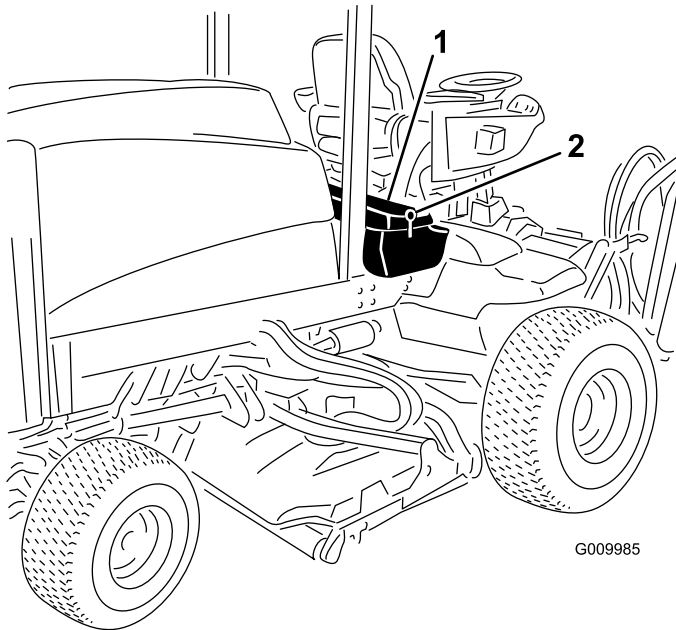

Figura 37
1. Desenganche y levante el panel de la consola del operador (Figura 37).